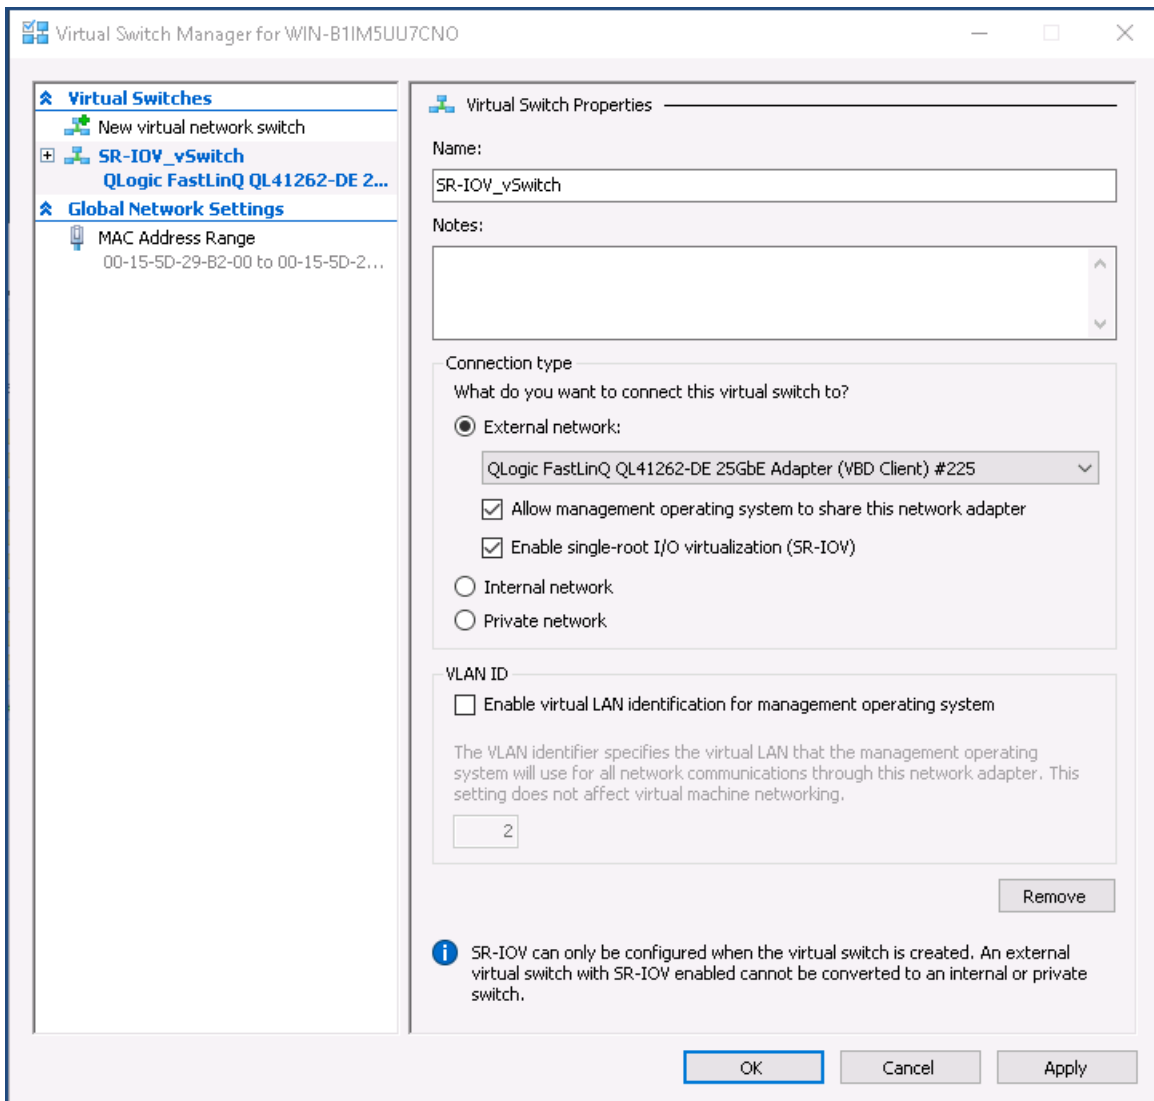

Ilustración 12-4. Administrador de conmutadores virtuales: Activar SR-IOV
10. Para crear un conmutador de máquina virtual (vSwitch) con SR-IOV (Ilustración 12-4 en la página 241):